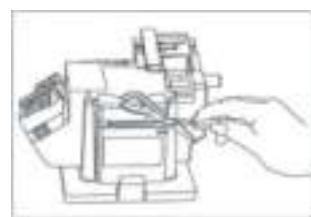

Рис. 5
1. Установите блок заточки ножей и ножниц (7) на силовой блок (8).
4. Перемещайте одно из лезвий ножниц вдоль щели заточки (17).
5. Потяните лезвие поперёк шлифовального круга от основания к кончику (Рис. 5).